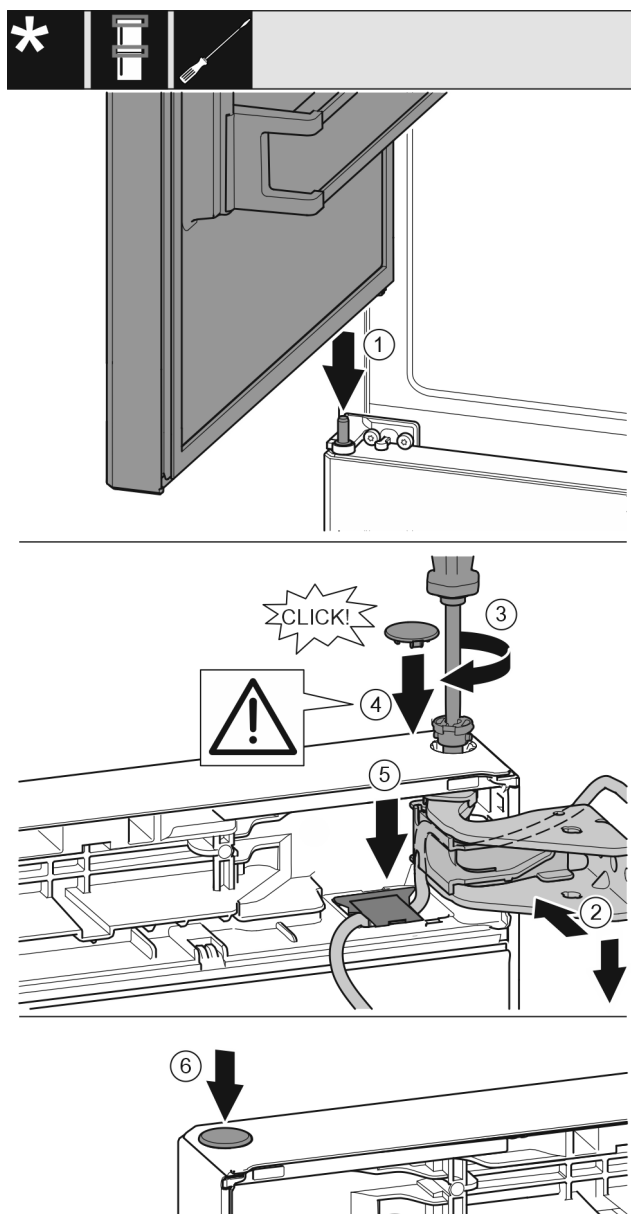

Fig. 42
- Τοποθετήστε την επάνω πόρτα στον μεσαίο πείρο Fig. 42 (1)
- Ευθυγραμμίστε την πόρτα επάνω με το άνοιγμα στο στήριγμα. Fig. 42 (2)
- Τοποθετήστε τον πείρο και σφίξτε με κατσαβίδι T15. Fig. 42 (3)
- Τοποθετήστε το κάλυμμα ασφάλισης για την ασφάλιση της πόρτας: Τοποθετήστε το κάλυμμα ασφάλισης και ελέγξτε εάν εφαρμόζει στην πόρτα. Διαφορετικά, τοποθετήστε ολόκληρο τον πείρο. Fig. 42 (4)
- Τοποθετήστε το κάλυμμα και πιέστε το προς τα κάτω μέχρι να κουμπώσει. Fig. 42 (5)
- Τοποθετήστε την τάπα. Fig. 42 (6)